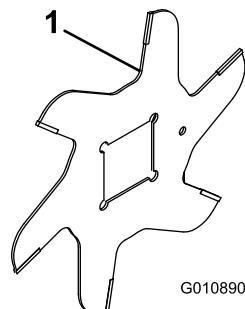

Bild 12
1. Montieren Sie eine Messerspindel (Bild 12).
4. Bild 12 Bauen Sie das nächste Messer nach links ein, sodass das Indexreferenzloch nicht um ein Sechstel der Welle mit dem ersten Messerloch ausgerichtet ist.